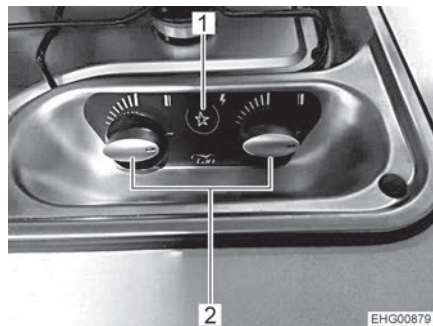

Bild 130 Reglage, knappar för gasspis
- Vrid vridregulatorn (Bild 130,2) till önskad låga till tändningsläge (stor låga).
- Tryck på tryckkontakten (Bild 130,1). Nu bildas tändgnistor vid brännaren.